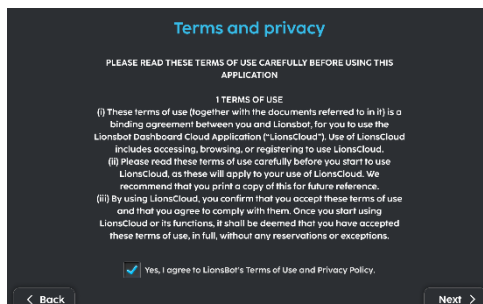

Fig. 3
3. Lees en ga akkoord met de gebruiksvoorwaarden en het privacybeleid (fig. 3).